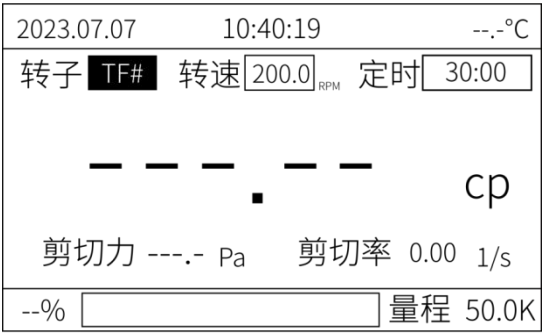

图 2
- (5) 按◀或▶键选择菜单，选定测量项目后，按确定键进入，显示如图 2。光标停在 TF#处，按▲或▼键选择所需转子号即可；